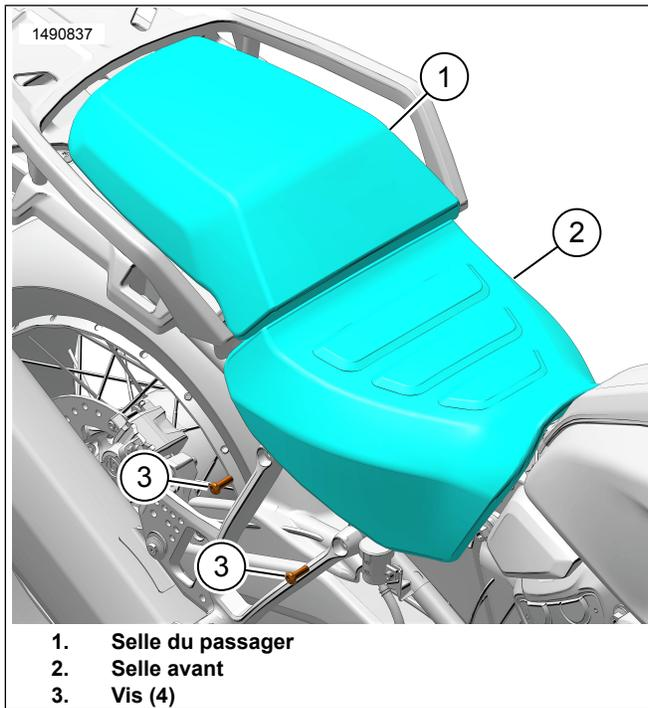

Figure 2. Selle
1. Voir la Figure 2. Retirer la selle du passager (1) et la selle du conducteur (1). Consultez le manuel d'entretien.
2. Retirez les vis (3). Soutenir les appui-pieds du passager dans la mesure nécessaire.
1. Voir la Figure 2. Installer la selle du conducteur (2) et la selle du passager (1). Consultez le manuel d'entretien.